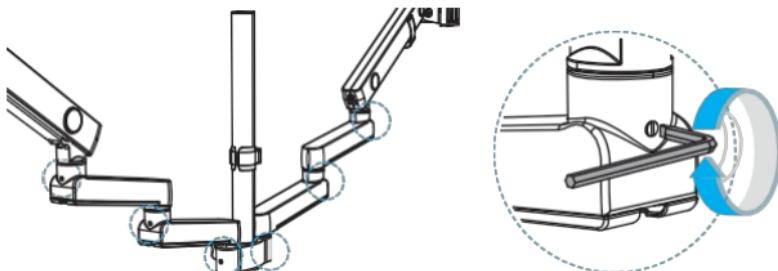

Figure 11
2. Utilisez le côté à tête plate de la **clé hexagonale de 3 mm avec un tournevis plat** pour serrer la **ou les vis de pivotement**. (Facultatif) Desserrez légèrement la **ou les vis de pivotement** pour régler la **tension du pivotement**. (Figure 11)